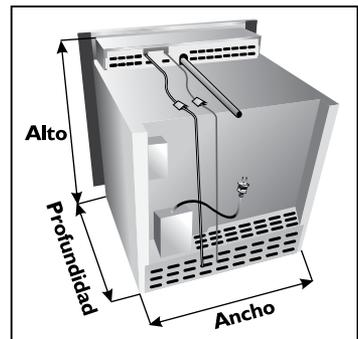

Figura 5. Dimensiones del horno
1. Verifique las medidas de su horno. Ver Tabla 1 y figura 5.